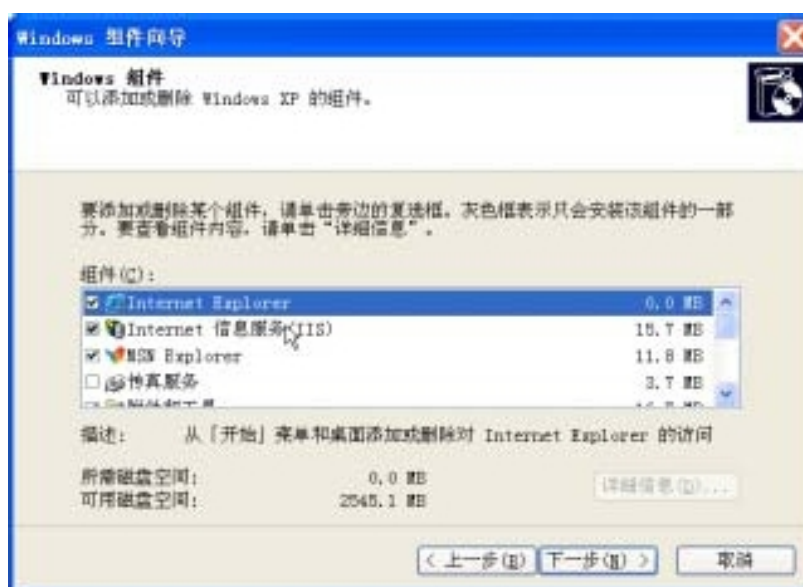

图 15-4-1 Windows 组件向导
- ① 从桌面的“开始”菜单中选择“控制面板”，打开“控制面板”。双击“添加或删除程序”图标，打开“添加或删除程序”对话框。
- ② 用鼠标单击左边的“添加/删除 Windows 组件”图标，打开“Windows 组件向导”(图 15-4-1)。